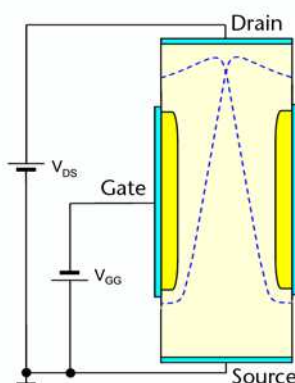

Figura 8 Forma asimmetrica della zona di svuotamento con $V_{GS} < 0$ e $V_{DS} > 0$.
2. Se adesso si applica $V_{DS}>0$, pur rimanendo $V_{GS}<0$, si ottiene circolazione di corrente fra D ed S. La zona di svuotamento in questo caso non è più simmetrica, poiché il source è a potenziale nullo, mentre il drain, essendo ad un potenziale positivo, polarizza inversamente in modo forte la giunzione di gate. La zona di svuotamento assume la forma asimmetrica di figura 8.